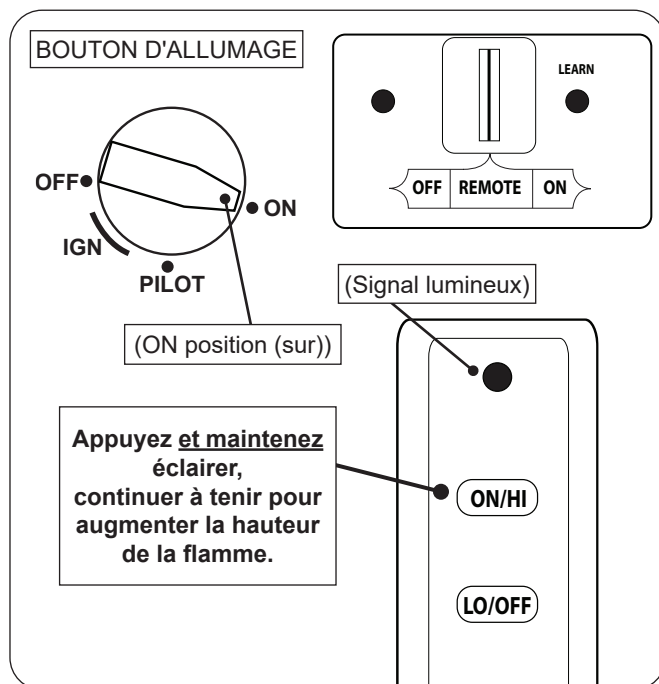

Fig. 52-1 Éclairage à distance
1. Assurez-vous que la veilleuse brûle. Tournez le bouton d'allumage dans le sens antihoraire ↶ sur **ON** (sur) (voir Fig. 52-1).
2. Localisez l'interrupteur à 3 positions sur le récepteur à distance et faites glisser l'interrupteur sur **REMOTE** (télécommande) (voir Fig. 52-1).
3. Localisez la télécommande et maintenez enfoncé le bouton **ON / HI** (sur/ haut) (voir Fig. 52-1). La séquence d'allumage commencera.